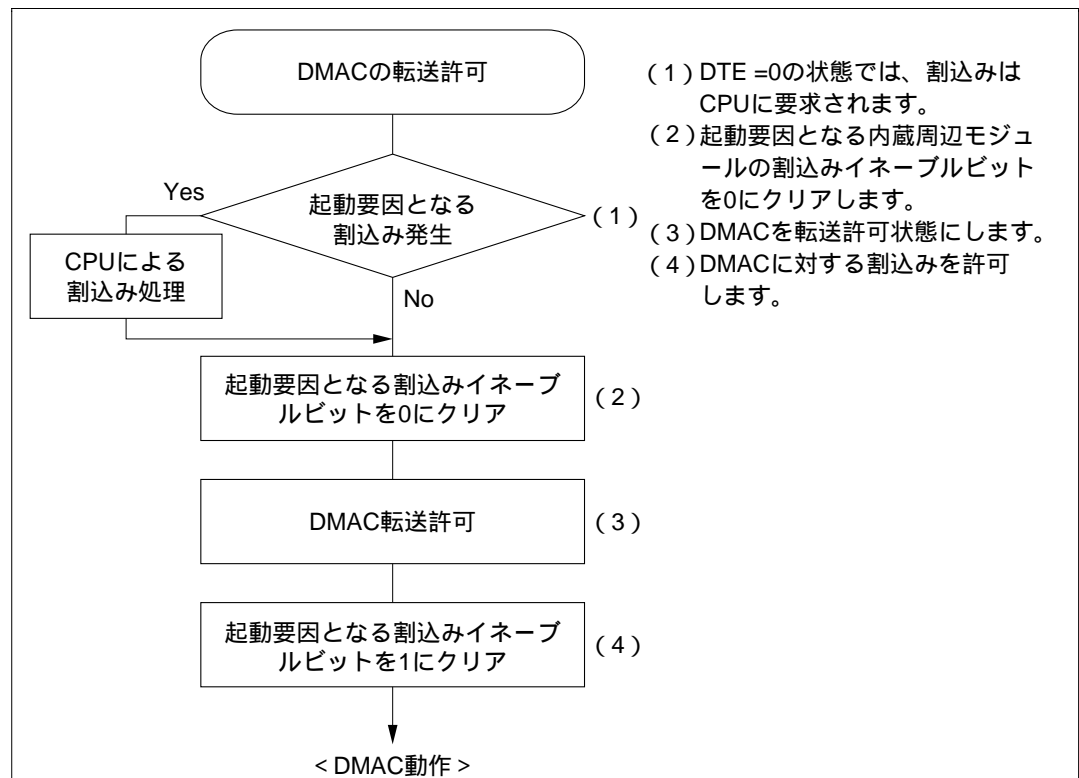

図 7.26 内蔵周辺モジュールが動作中に DMAC を転送許可状態にする場合の手順例
(1) 内部割込みで DMAC を起動する場合、起動要因を選択してから DMAC を転送許可状態にするまでの期間に選択した起動要因が発生しないようにしてください。すなわち、DMAC を転送許可状態にした後、起動要因となる内蔵周辺モジュールを動作させてください。内蔵周辺モジュールの動作中に DMAC を許可状態にする場合、図 7.26 の手順で行ってください。
なお、DTE=1 なおかつ DTME=0 の状態では、DMAC は停止状態であり、また CPU にも起動要因となる割込みは要求されません。例えば、NMI 割込みにより、DMAC を停止状態にした場合は、起動要因となる割込みは CPU には要求はされません。このとき、DMAC 動作を打ち切る場合には、DTE ビットを 0 にクリアし、CPU に割込みを要求させてください。DMAC 動作を継続する場合には、DTME ビットを 1 にセットする前後で、図 7.26 の (2)、(4) の操作を行ってください。
- (2) 16 ビットタイマの割込み要求で DMAC を起動する場合、割込みによって起動される DMA 転送が終了するまで、次の割込みが発生しないようにしてください。1 つの 16 ビットタイマの割込み要求で複数チャンネルを起動する場合には、起動されるすべての DMA 転送が終了するまで、次の割込みが発生しないようにしてください。転送が終了するまでに次の割込みが発生すると、その割込みを選択しているチャンネルが以降の起動要求を受け入れなくなる場合があります。